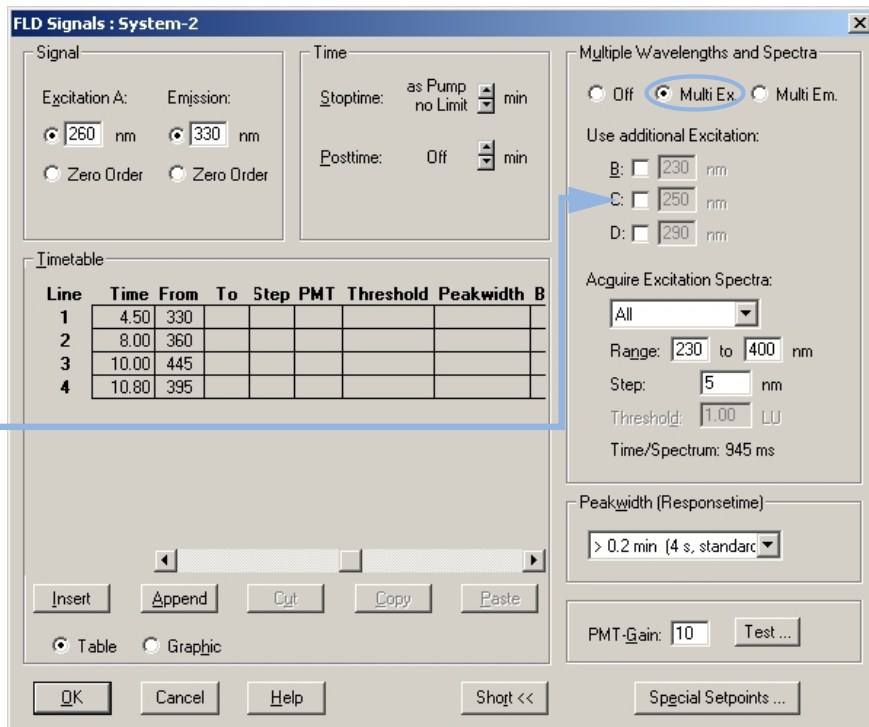

Figura 40 Impostazioni del rivelatore per la scansione di eccitazione
- 4 Utilizzando le impostazioni e la tabella di programmazione (pagina precedente), effettuare una seconda analisi per la valutazione della lunghezza d'onda di eccitazione ottimale. Vedere Figura 40, pagina 101.